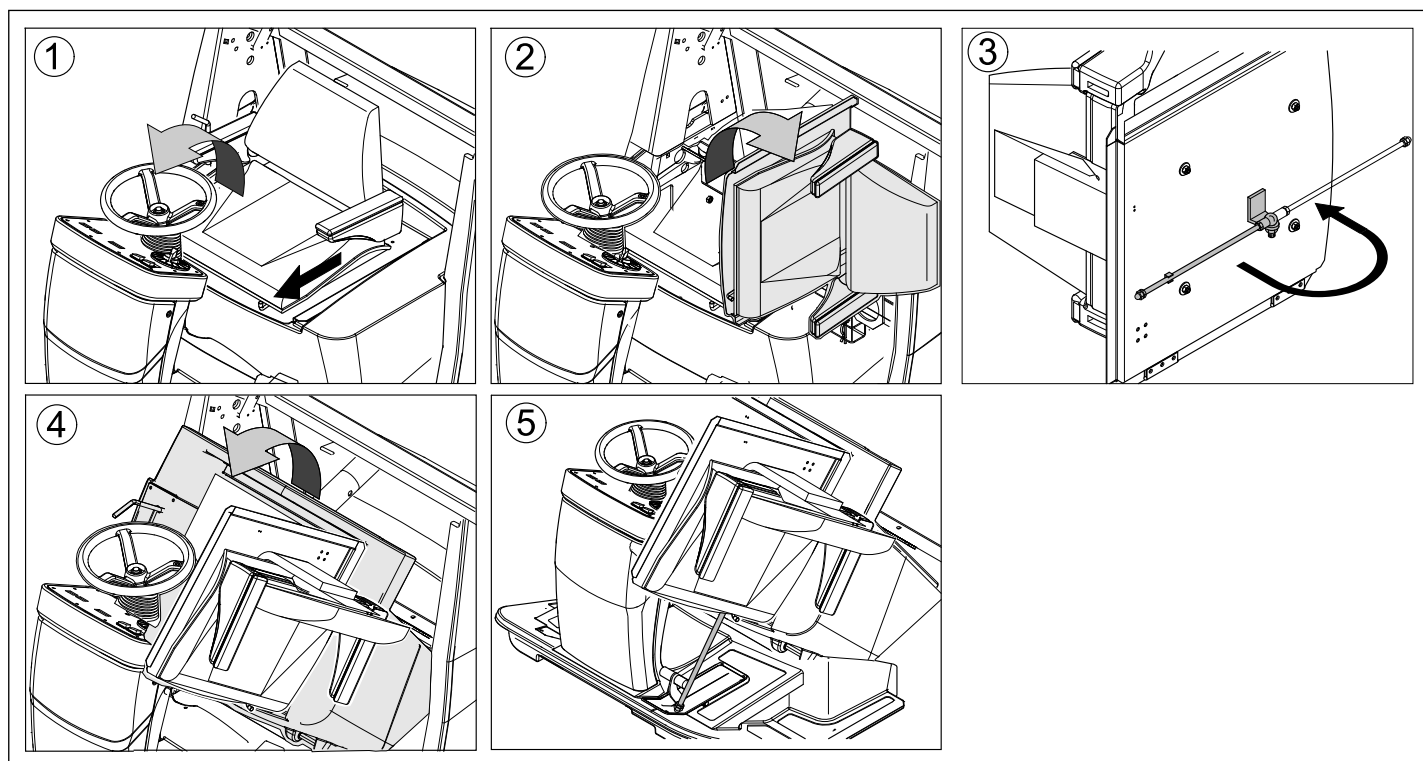

Figura 3
- ➔ Abra y fije el capó del aparato (figura 3).
- ➔ Sólo KM 120/150 sin cabina del conductor: Abra y fije el capó del aparato (figura 3).